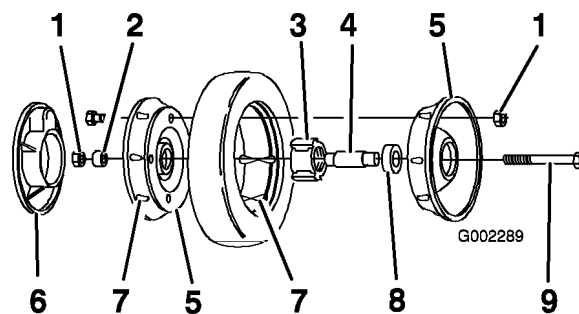

Figura 28
3. Togliete il bullone, il distanziale della ruota e il dado di bloccaggio che fissa la ruota al braccio orientabile (Figura 28).
4. Separate le semiruote dal pneumatico togliendo le quattro viti a testa cilindrica e i quattro dadi di bloccaggio (Figura 28).
Nota: Se volete togliere i cuscinetti dal gruppo cuscinetto-mozzo, premete sul distanziale del cuscinetto (Figura 28).
1. Collocate il pneumatico su una semiruota allineando le sporgenze (Figura 28).
2. Collocate il gruppo cuscinetto-mozzo nel foro centrale della semiruota. Verificate che i piedi del mozzo si trovino sulla flangia del foro (Figura 28).
3. Collocate l'altra semiruota sul gruppo cuscinetto-mozzo, ed allineate la ruota e le sporgenze del pneumatico con i fori di montaggio (Figura 28).
4. Unite le semiruote, senza stringere molto, usando due viti o bulloni completamente filettati (1/4-20 x 1,50 poll.) e dadi senza blocco. Montate le viti o i bulloni nei fori opposti (Figura 28).
5. Controllate che tutte le parti siano allineate, e serrate le viti alternando da un lato all'altro per ottenere un serraggio uniforme, finché le semiruote non si toccano (Figura 28).
lunghi e sostituiteli con due bulloni e due dadi di bloccaggio (Figura 28).
- Montate la ruota sul braccio orientabile utilizzando i bulloni, un distanziale ed un dado di bloccaggio. Verificate che il distanziale si trovi fra il mozzo e il braccio orientabile (Figura 28).